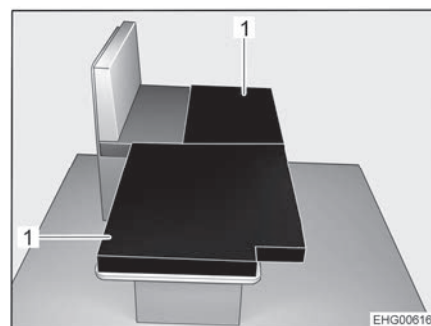

Bild 82 Efter ombyggnaden
- Lägg de båda extra dynorna (Bild 82,1) på det nersänkta bordet så som visas i bild.